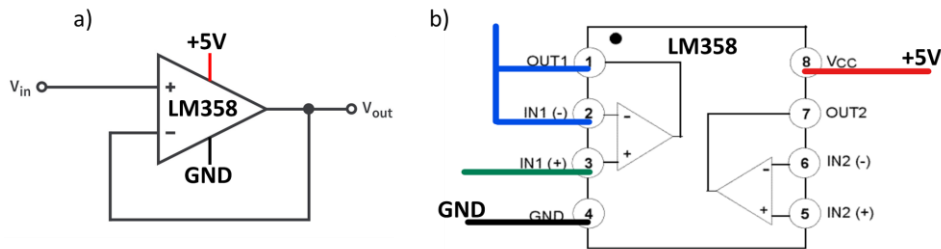

Figure 1 : (a) Schéma de circuit d'un suiveur de tension. (b) Suiveur de tension implémenté en utilisant le boîtier amplificateur LM358.
- 1.2. Remarquez que le projet est initialisé avec 2 fonctions *void* : *setup()* et *loop()* (Figure 1). Prenez note des commentaires dans le projet de base (lignes commençant par *//*) pour comprendre leur utilité. Au besoin, consultez la documentation de l'Arduino. **Dans votre rapport, pour chacune de ces fonctions, expliquez son rôle et donnez un exemple d'application ou de fonction à y écrire.**
- 4.1. Le réseau de filtres RC suggéré ici consiste en une série de 3 filtres passe-bas passifs, chacun isolé des autres par un circuit suiveur (buffer). Les filtres partagent la même fréquence de coupure, qui doit correspondre à la fréquence fondamentale de votre onde carrée. La Figure 1 présente les connexions pour un suiveur de tension utilisant votre amplificateur LM358. **Tracez le circuit au complet et donnez la valeur des composants RC choisies. Expliquez pourquoi il est recommandé d'avoir un suiveur qui sépare les trois étages. Indice : considérer les diagrammes de Bode après chaque filtre avec et sans le circuit buffer.**